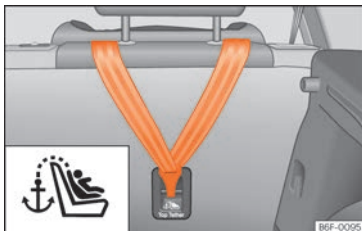

Fig. 25 Arrière de la banquette arrière : œillets de fixation pour la ceinture Top Tether.
- Faites glisser la sangle et fixez-la correctement à l'aide de l'ancrage derrière le dossier » fig. 25.